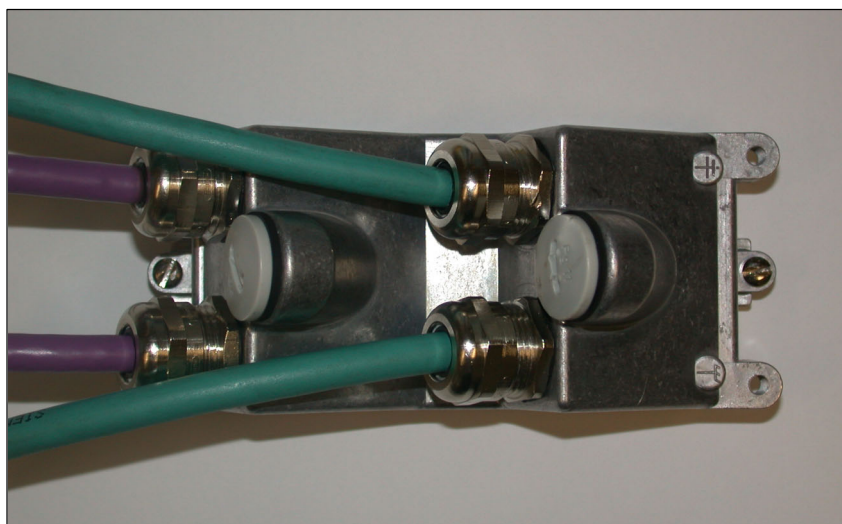

Figura 2-26 Coperchio di collegamento cablato: vista dall'alto
- Coperchio di collegamento dall'alto --> vedere la figura 2-26